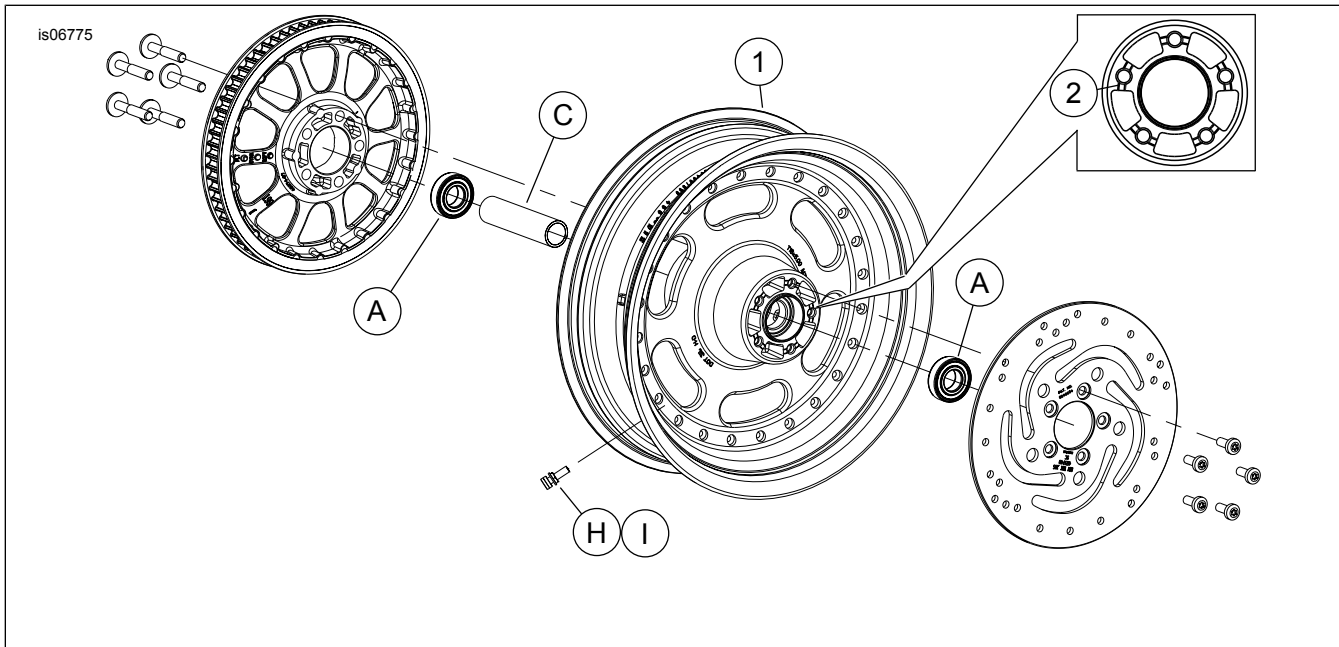

Figura 1. Piezas de servicio: Rueda trasera recortada Fat Bob
2. Vea Figura 1. Instale el conjunto del vástago de la válvula (H) en la rueda. Vea el Manual de servicio.